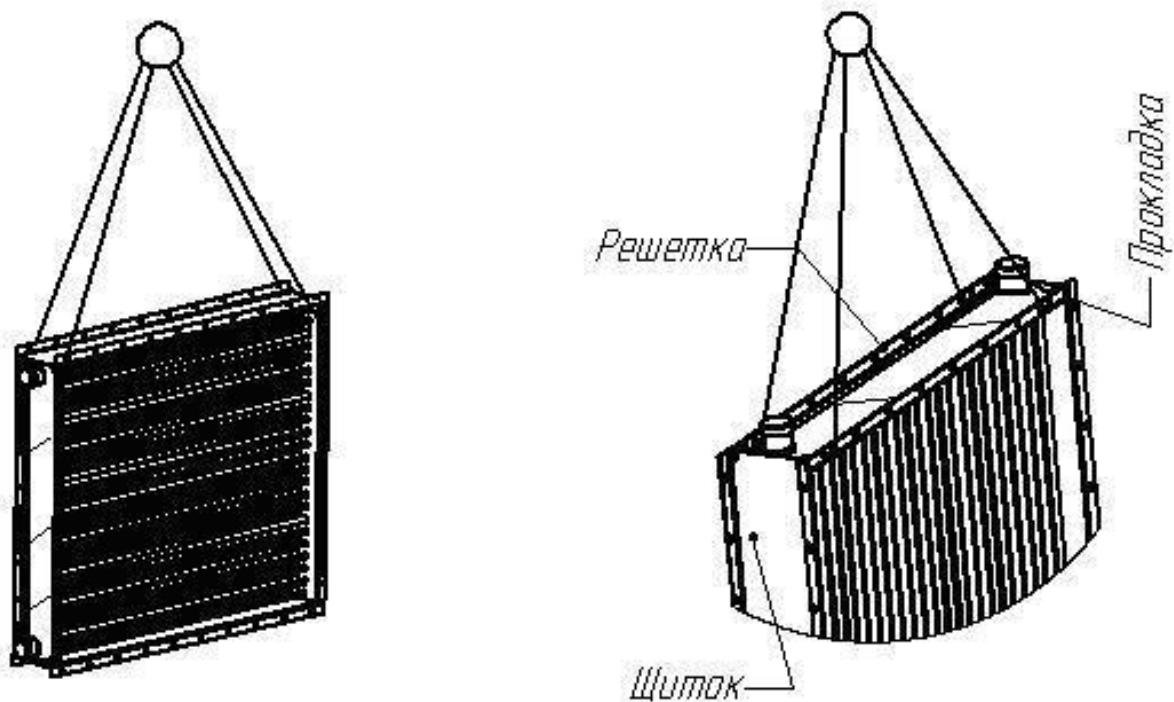

Рисунок 2
5.7 Перемещение воздухонагревателя осуществляется с помощью подъемно-транспортных устройств согласно схеме строповки, рисунок 2, за технологические отверстия диаметром 18 мм в решетке четырехветвевым стропом.